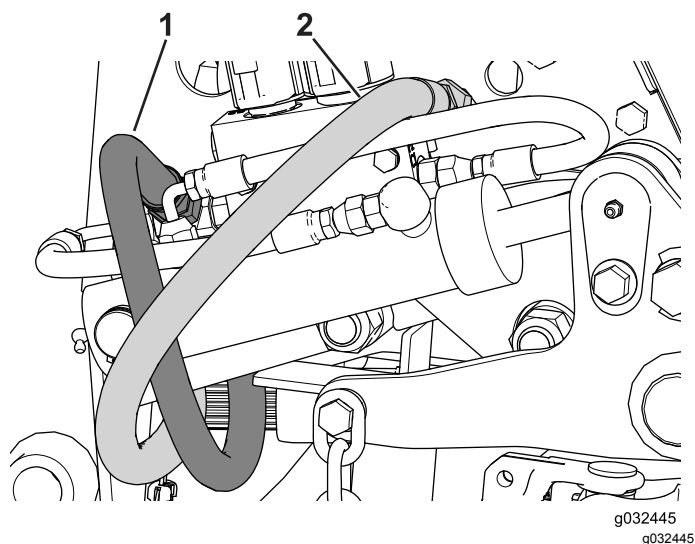

Figura 55
3. Coloque um recipiente de escoamento adequado debaixo da válvula e desligue os tubos hidráulicos da válvula de controlo (Figura 55).